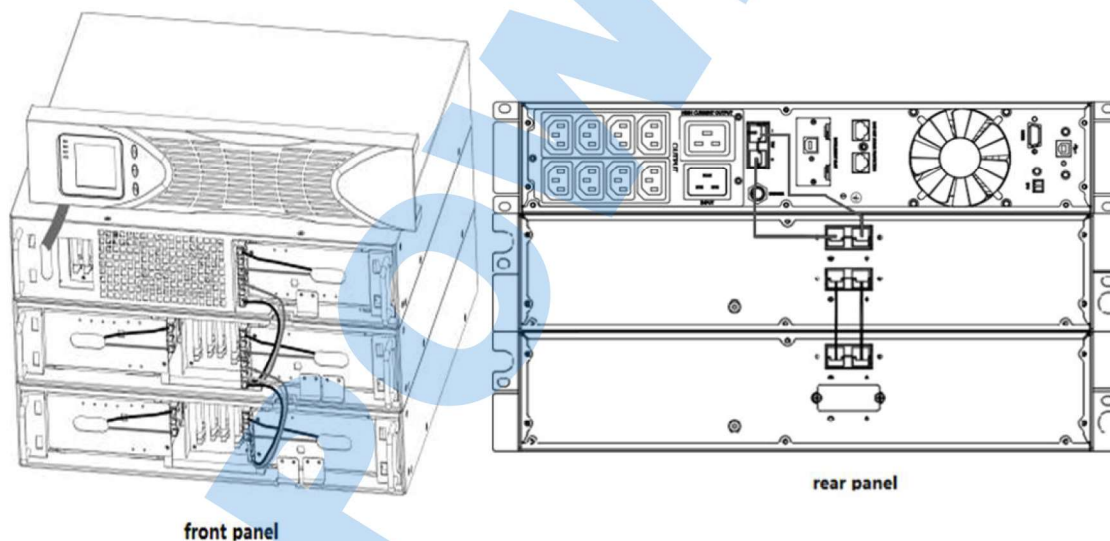

Рис. 5-5. Подключение ББ.
3. Для нижнего (или единственного) ЕВР снимите кабельную направляющую только на верхней части передней крышки (см. рис. 5-5).
4. Если вы устанавливаете более одного ББ, для каждого дополнительного ББ снимите направляющие сверху и снизу (см. рис. 5-5).
5. Подключите кабель ББ в батарейный разъем к ИБП как показано на рис.5-5. К ИБП можно подключить до 3х блоков. Соблюдайте цветовую полярность соединений.